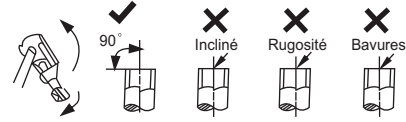

Fig. 6 — Coupez le tuyau.
2. Coupez le tuyau à 90 degrés (voir fig. 6) au moyen d'un coupe-tube.